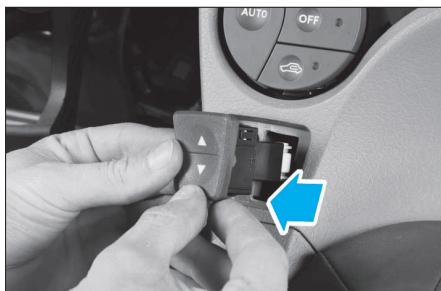

FIG. 41
- Selon équipement, décliper les boutons de commandes de lève-vitre électriques (Fig.41).